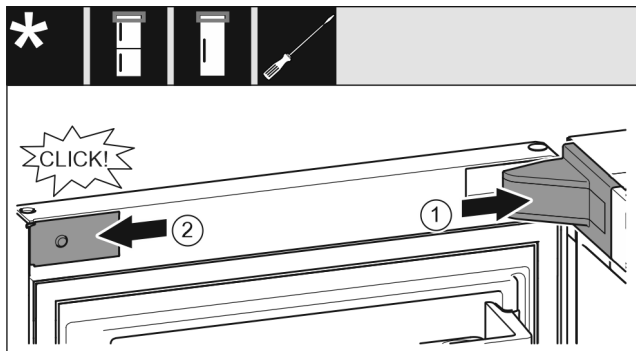

Fig. 25
- ▶ Monter lagerblokkdekslet Fig. 25 (1) og smekk det på plass, og skyv det forsiktig fra hverandre om nødvendig.
- ▶ Plasser dekslet Fig. 25 (2) på siden og smekk det på plass.